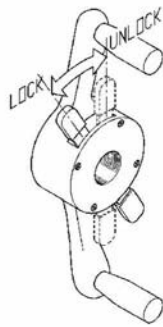

Figure 11
4. Serrer l'écrou fermement. Pour utiliser l'écrou à serrage rapide, tirer sur le levier verrouillage/déverrouillage (Fig.11). Faire glisser l'écrou sur l'arbre fileté. Lorsque l'écrou est appuyé sur la roue, relâcher le levier et serrer fermement. Pour permettre à la roue d'être parfaitement centrée, la faire tourner sur l'arbre en serrant l'écrou.